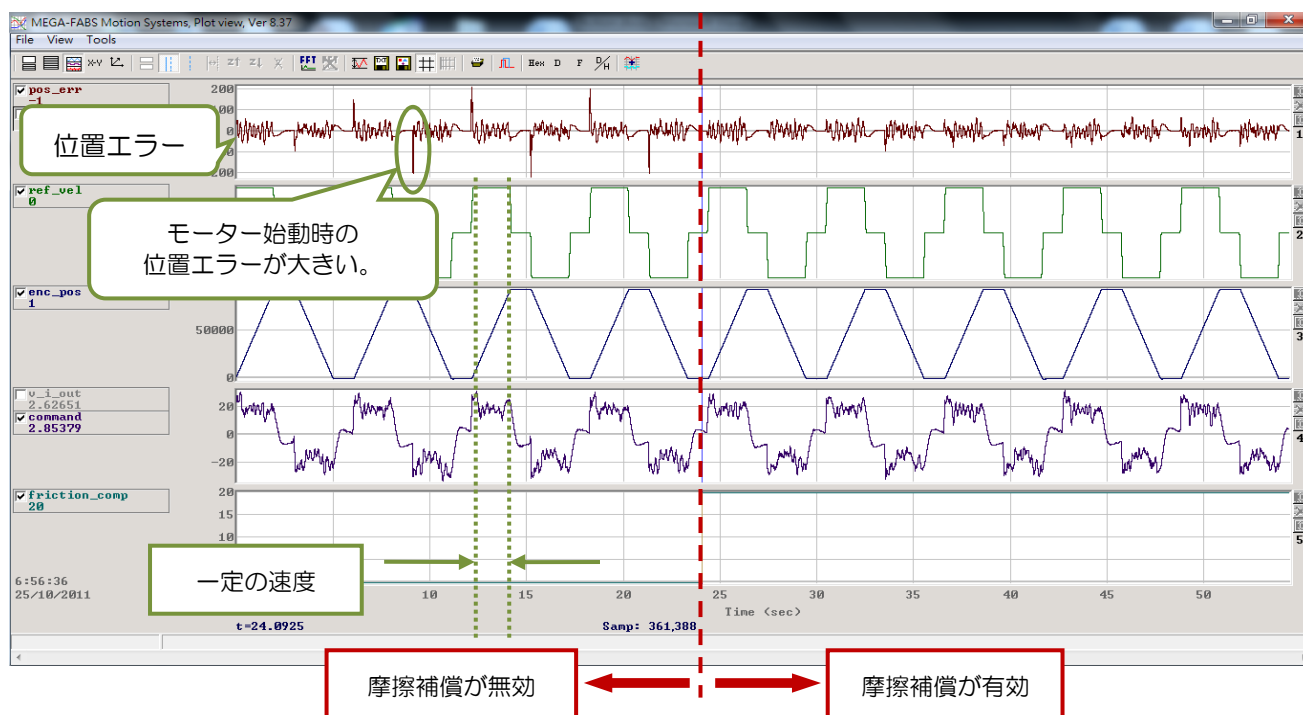

図 6.6.7.2
- ステップ 7: モーターが動き始めたときに「Position Error」 が減少するかどうかを観察します。図 6.6.7.2 の右側に示されているように、摩擦補償により位置誤差は減少します。